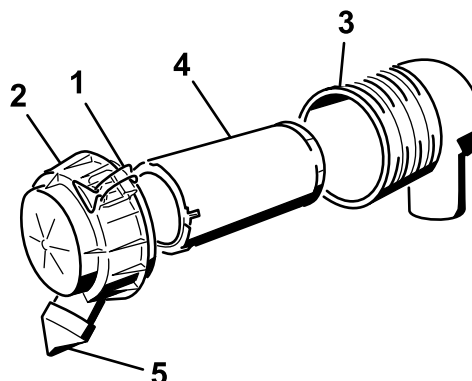

Figura 20
3. Rilasciate i dispositivi di fermo del filtro dell'aria e togliete il coperchio dal corpo del filtro (Figura 20).
6. Estraete con cautela il filtro dal corpo del filtro dell'aria (Figura 20).
- Montate il filtro con attenzione (Figura 20).
- Montate la copertura del filtro dell'aria con il coperchietto antipolvere orientato verso il basso e fissate i fermi (Figura 20).